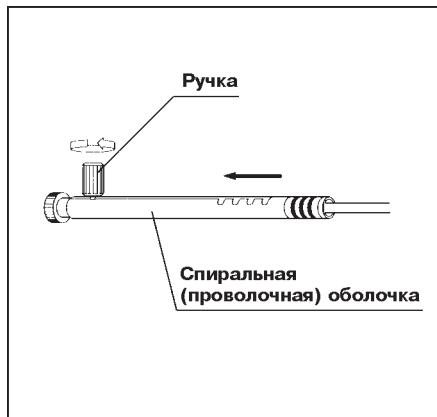

Рис. 5.5.
- 1.** Ослабьте ручку на спиральной (проволочной) оболочке, затем максимально переместите её в проксимальном направлении. Затем затяните ручку для фиксации положения скользящего участка спиральной (проволочной) оболочки (см. рис. 5.5).